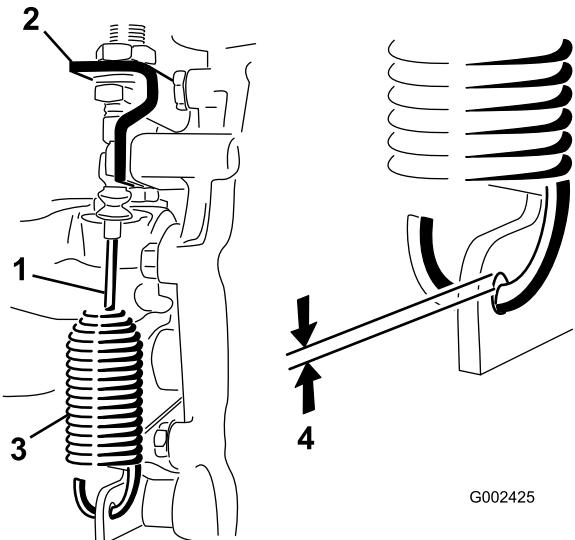

Figura 46
- Afloje las contratuerca que sujetan el cable de bloqueo del diferencial al soporte del transeje (Figura 46).